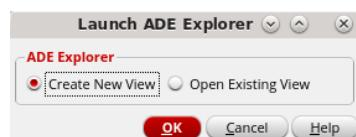

图 42 创建 ADE Explorer
1. 在 Schematic 视图中，点击菜单栏的 Launch -> ADE Explorer，弹出如图 42 所示的对话框。点击 Create New View 选项。点击 OK 按钮。